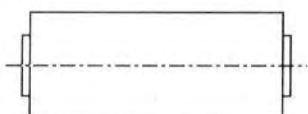

Fig. 4-6
- 4). Gently turn the guide rollers on both sides counterclockwise until the envelope becomes as shown in Fig. 4-6.
- 5). After the adjustment is complete, eject the tape, then load it again and confirm whether or not the envelope is as shown in Fig. 4-6. If NOT, go back to 1), and perform the adjustment again.
- 4). 両側のガイドローラーを互いに少しずつ左側に回し、エンベロープを Fig. 4-6 のような形状にする。
- 5). 調整後、一度テープをEJECTし、再度ローディングを行ないエンベロープが Fig. 4-6 のような形状になっているかを確認する。なっていない場合には、再度 1) 項に戻って調整する。